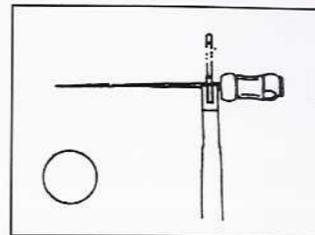

Abbildung 1
- Die Klemme wie in Abbildung 1 unten gezeigt an die Feile oder die Reibahle ankleben. Wenn die Klemme verbogen ist oder in die in Abbildung 2 gezeigte Stellung forciert wird, können einerseits keine genauen Messungen gemacht und andererseits das Gerät beschädigt werden.